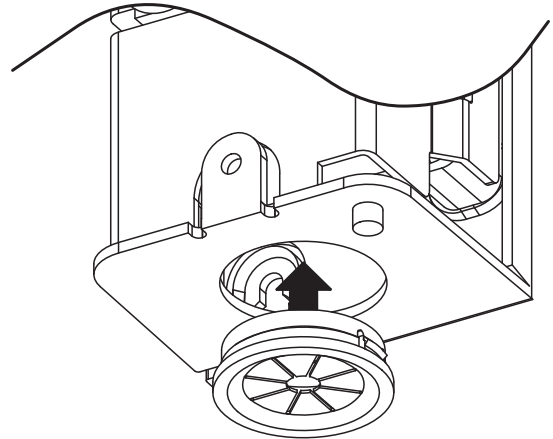

図7 グロメットの取付
付属のグロメットは『図7』に示す本体下側の配線接続口を使用します。シールコネクタやコンジットなどを使用できない場合は、グロメットを装着してください。端子への不用意な接触により、感電するおそれがあります。指などが入らないようにし、端子への不用意な接触による感電を防ぎます。
- (1) グロメットを対象の配線接続口へ『図7』で示す向きで差し込みます。
- (2) 「カチッ」とツメがはまる音ができるまで押し込みます。
- (3) 外れないことを確認します。